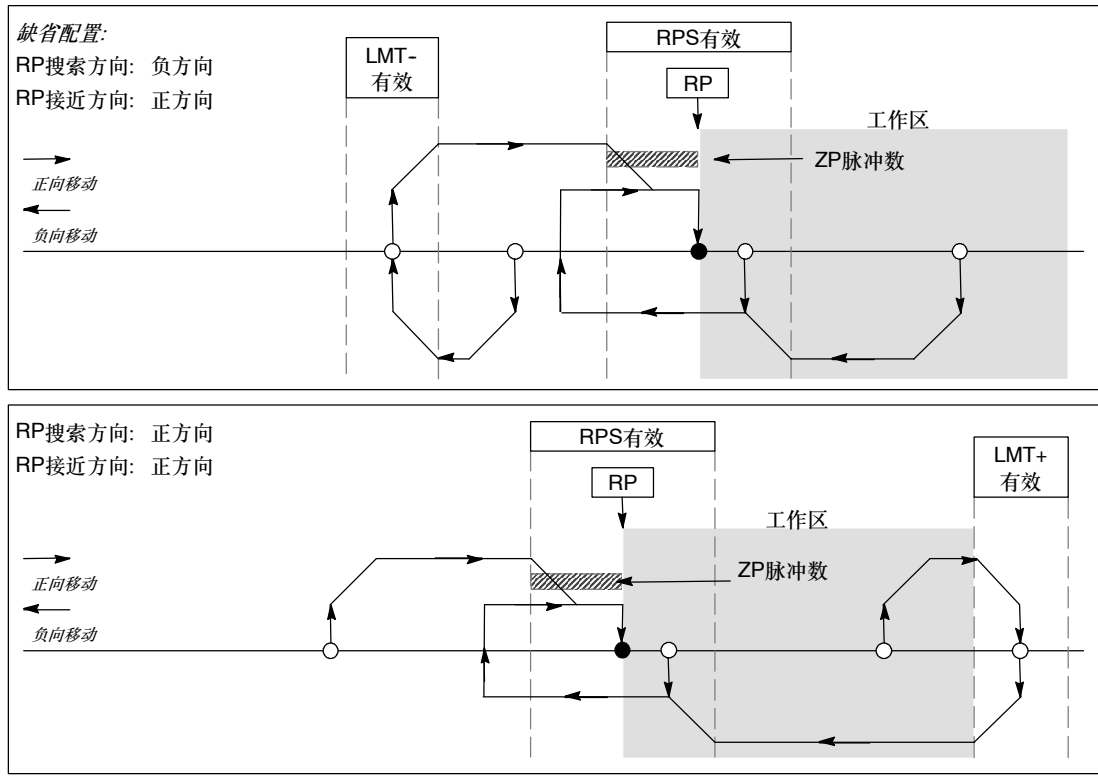

图9-17 RP搜索：模式4
- 图9-17显示RP查找模式4的两种选项。这种模式将RP定位在RPS输入有效区域内的指定数量的零脉冲（ZP）处。